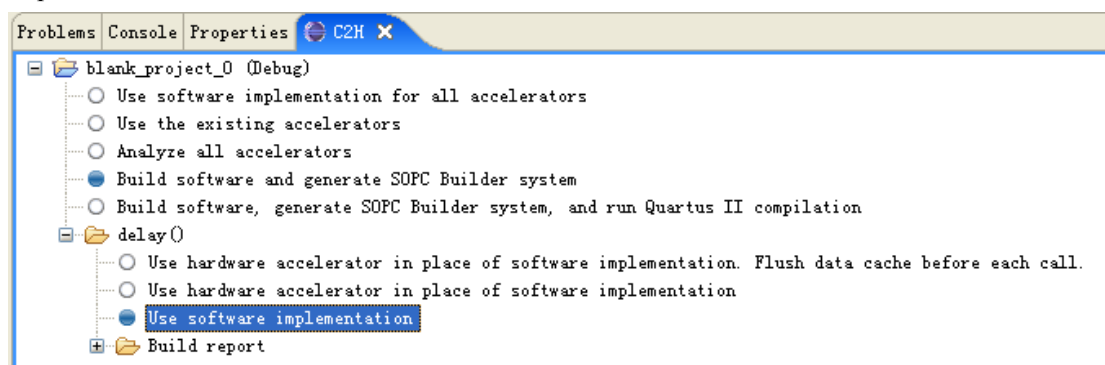

图 8-9 C2H 编译器加速选项（软件实现）
33. 如欲关闭 C2H 硬件加速，在 C2H 的 View 里选择对应函数下面的 Use Software implementation 即可，如图 8-9。